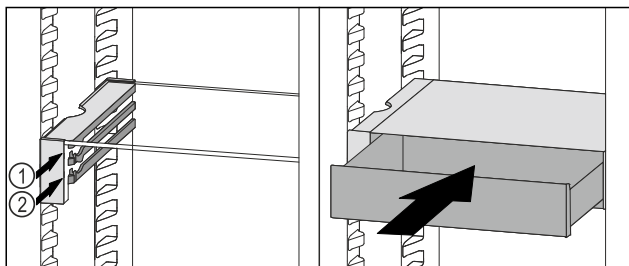

Fig. 101
- Posizionare il cassetto VarioSafe dietro i tappi sulla nervatura desiderata Fig. 101 (1) o Fig. 101 (2).